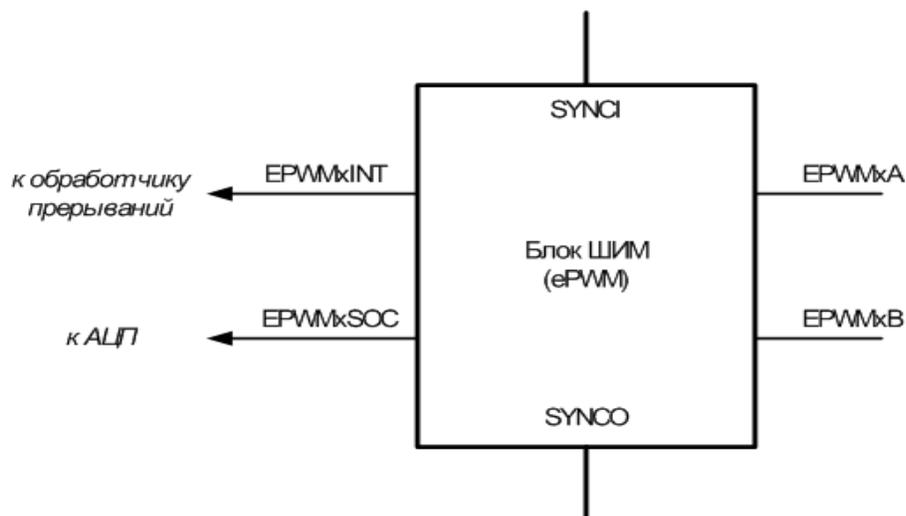
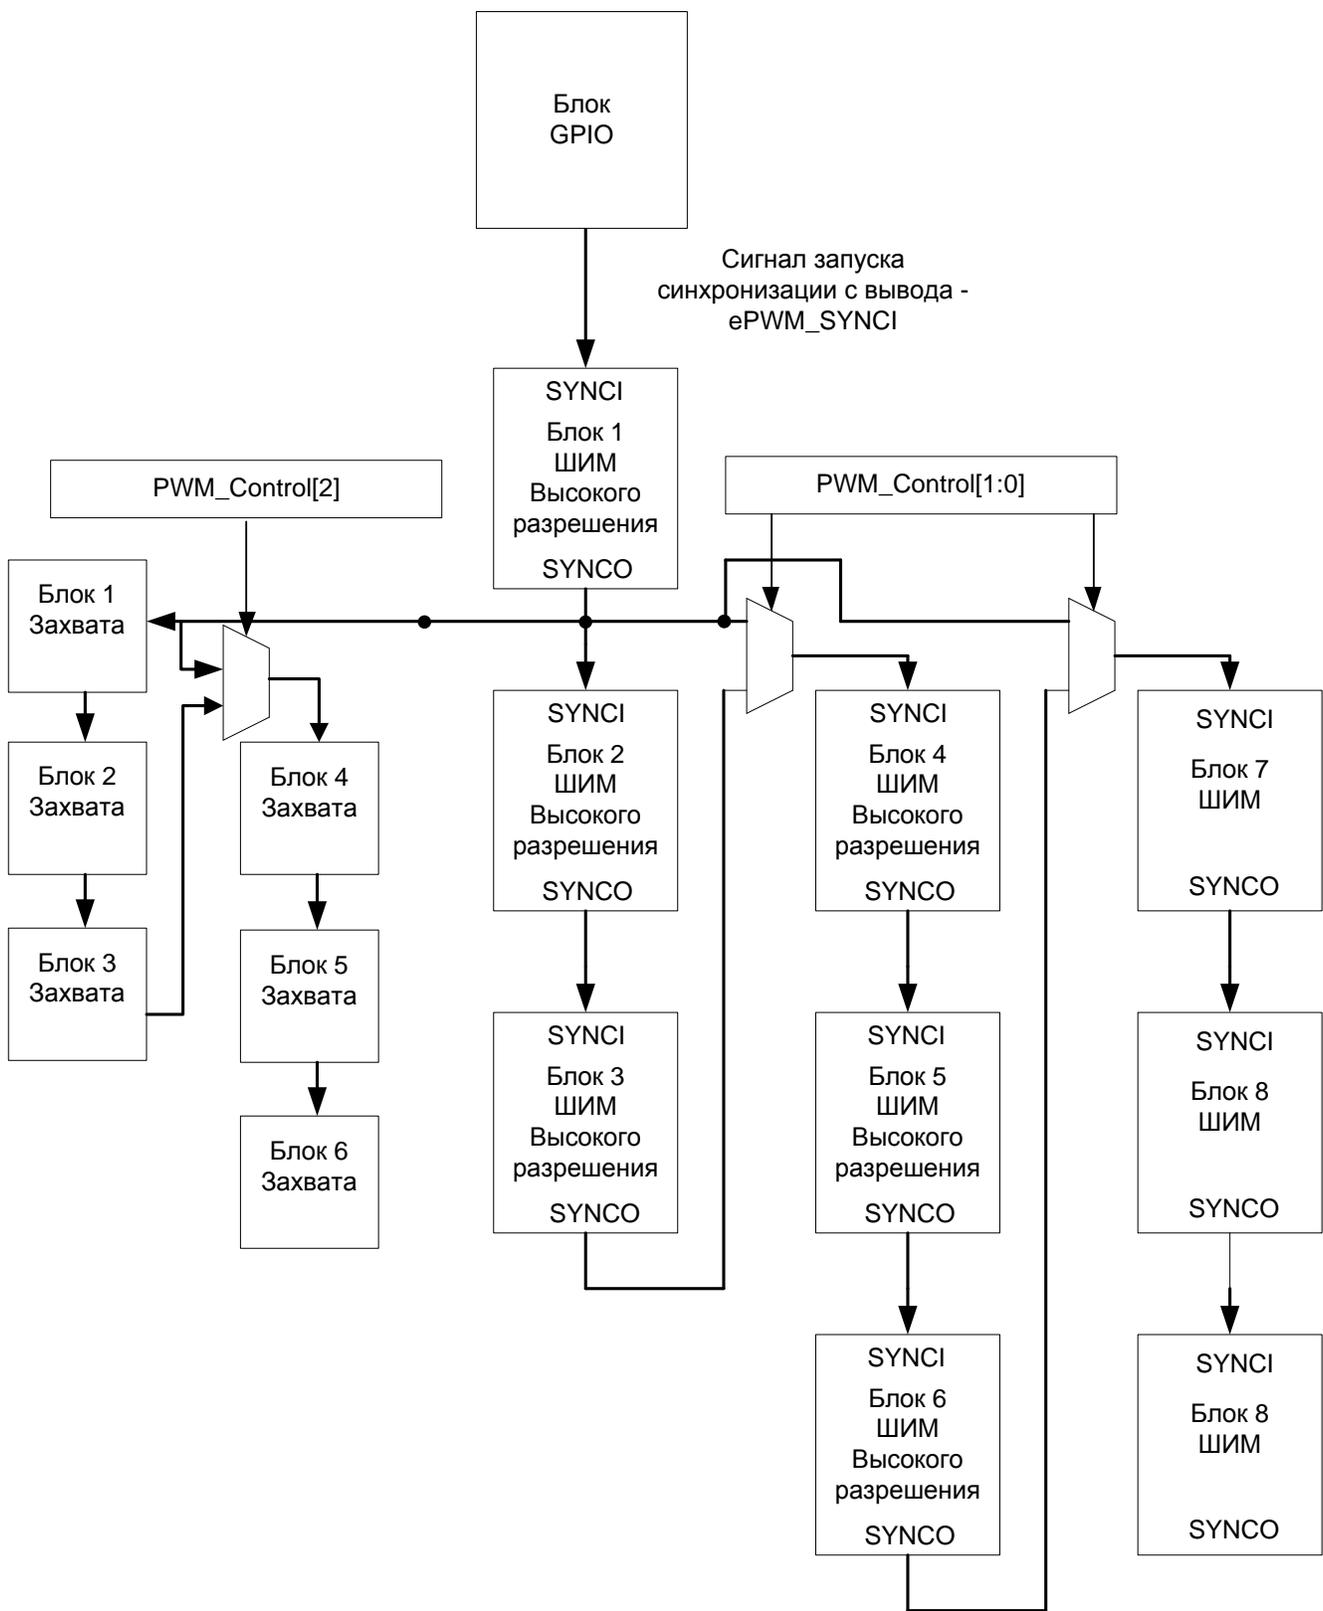

Рис.1 Внешние сигналы Блока ШИМ
Рис.2 Синхронизация Блоков ШИМ в системе
Архитектура Блока ШИМ разработана по принципу минимальной нагрузки на процессор, что достигается автоматизацией формирования выходных импульсов с настраиваемыми пользователем параметрами. Так, после минимальных настроек этот блок способен работать самостоятельно как выделенный канал ШИМ с собственным Таймером, формируя выходные сигналы EPWMxA и EPWMxB (см. Рис.1). В контроллере имеется 9 одинаковых блоков ШИМ, объединенных общей схемой синхронизации (Рис. 2), используемой для обеспечения синхронной работы Таймеров различных блоков ШИМ. Схема синхронизации состоит из последовательной цепи сигналов синхронизации SYNCI и SYNCO, проходящей через все Блоки, а также из мультиплексов, управляемых регистрами контроллера. Мультиплексы могут сформировать до трех независимых доменов синхронизации, каждый из которых подключен к выходу Ведущего блока ШИМ (Блок 1 на Рис.2).
- EPWMxSYNCl (входной сигнал) и EPWMxSYNCO (выходной сигнал): цепь синхронизации. При этом внешний входной сигнал синхронизации подключен только к первому Блоку ШИМ, остальные Блоки лишь подключены последовательно по цепочке к его выходному сигналу EPWMxSYNCO, с возможностью переконфигурирования мультиплексорами (рисунок 2). Также, к выходному сигналу EPWMxSYNCO первого Блока ШИМ подключены Блоки Захвата 1 и 4(см. Рис. 2),